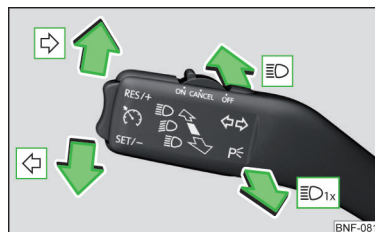

Fig. 41
### Positioner for betjeningsarmen » Fig. 41
- Tryk betjeningsarmen helt til position eller » Fig. 41 på side 43.